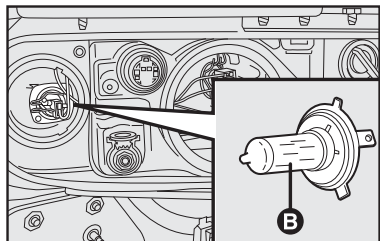

fig. 19
LUCES BAJAS fig. 19
- quite la lámpara **B-fig. 19** y sustitúyala;